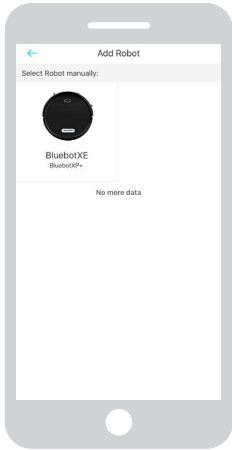

Figure 13 - Apparaat toevoegen
3. Selecteer de BluebotXE, zie Afbeelding 13.